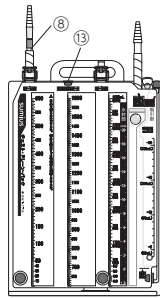

図6
- b. 胸腔ドレーン接続チューブ⑧をクランプして次の確認を行う。
- ・連続気泡がない時→胸腔ドレーン接続チューブ⑧とドレーンチューブの接続不良の可能性があるので確認する。
13. 吸引中に検体採取ポート⑩もしくは検体採取部⑨から排液をサンプリングするときはゆっくりと少量ずつ行うこと。
胸腔ドレーン接続チューブ⑧をクランプしたのち、水位を見ながら過陰圧解除ポート⑬(図6)より滅菌蒸留水または生理食塩水または除菌フィルターを介した無菌空気を注入する。なお、滅菌蒸留水または生理食塩水では注入量を差し引いて排水量管理する。